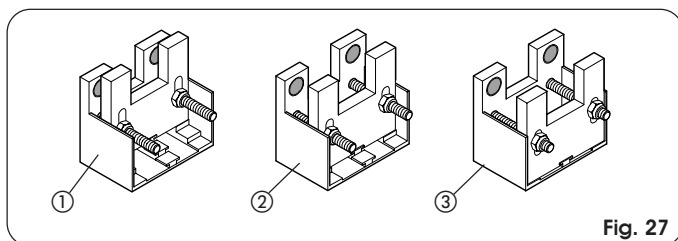

Fig. 27
- 1) Verzinkte tandheugel 30x6 module 4 (fig. 27 - ref. ①)
- 2) Verzinkte tandheugel 30x12 module 4 (fig. 27 - ref. ②)
- 3) Verstevigde nylon tandheugel 30x20 module 4 (fig. 27 - ref. ③)